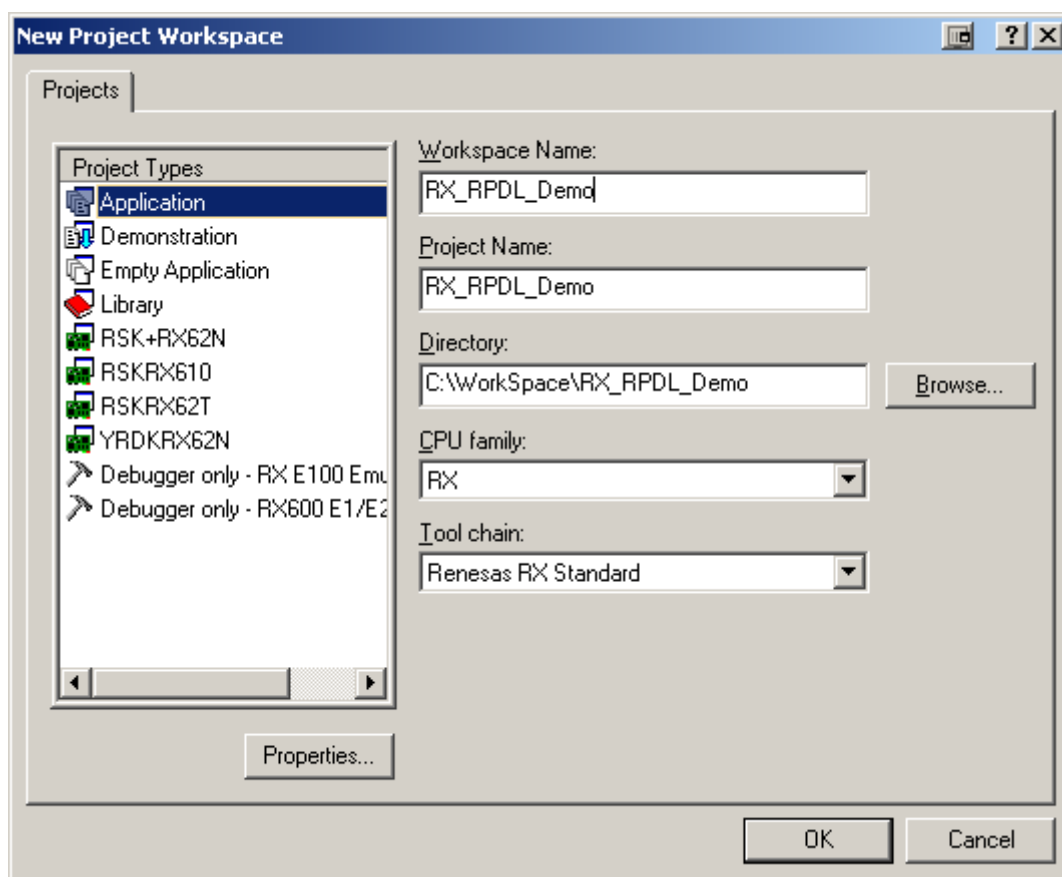

図 2.1 新しいワークスペースの作成
- ステップ 2.6 "Workspace Name" フィールドに "RX_RPDL_Demo"を入力します。ウィンドウは図 2.1 のようになります。"OK"をクリックします。